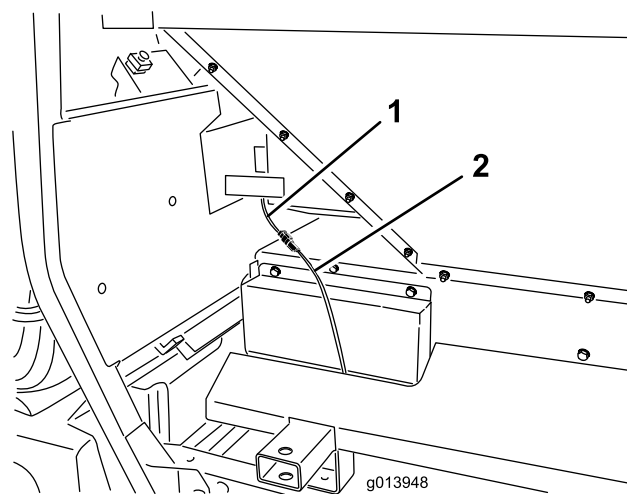
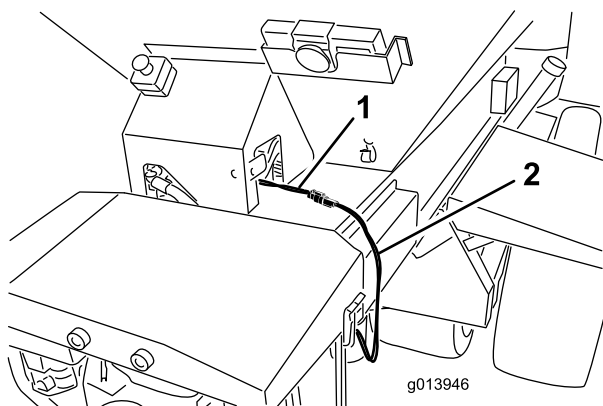

Figura 19
Figura 18
45. Inserite il cablaggio preassemblato intermedio nel connettore del cablaggio preassemblato di alimentazione del ProPass (Figura 18 o Figura 19).